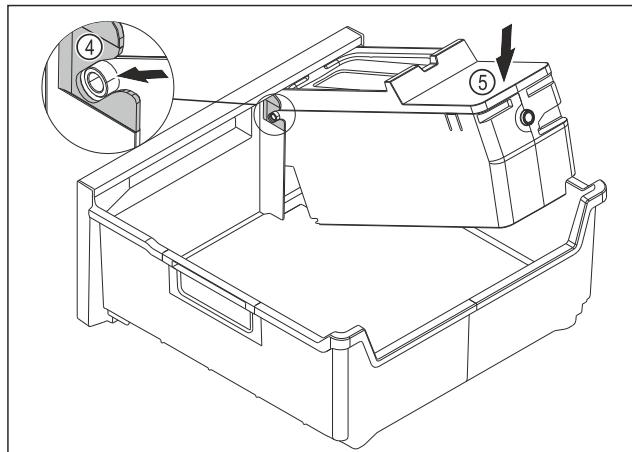

Fig. 91
- Монтаж на корпуса на EasyTwist-Ice: Вкарайте осите на корпуса на EasyTwist-Ice във водачите Fig. 91 (4).
- Натиснете надолу корпуса на EasyTwist-Ice Fig. 91 (5) отзад.